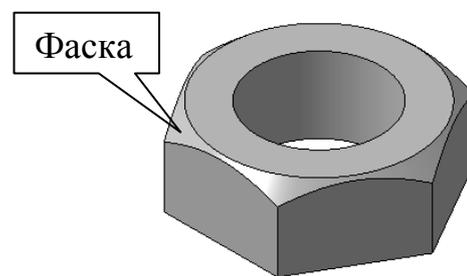

Рис. 4
7. При помощи какой операции, расположенной на *Панели инструментов Редактирование детали*, в системе КОМПАС-3D 9.0 можно построить сплошную (замкнутую по кольцевой траектории) фаску на прямолинейных ребрах торцевой поверхности шестигранной гайки (см. рис. 4)?